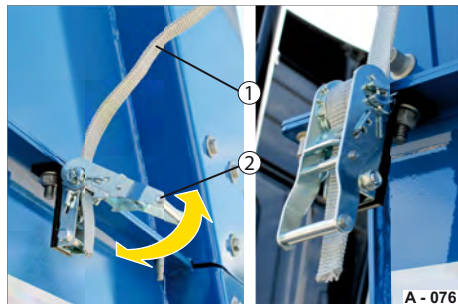

Abb. 67 Plane seitlich sichern
- ▶ Führen Sie den Spanngurt (Abb. 67/1) in die Spannratsche (Abb. 67/2) ein.